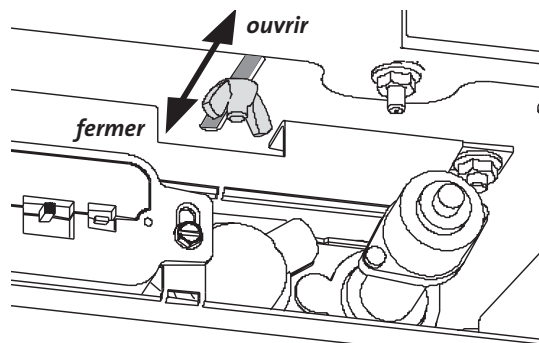

Figure 11. Réglage de l'obturateur d'air.
19. GAZ NATURAL ONLY: Ajustez l'obturateur d'air. Fig. 11.